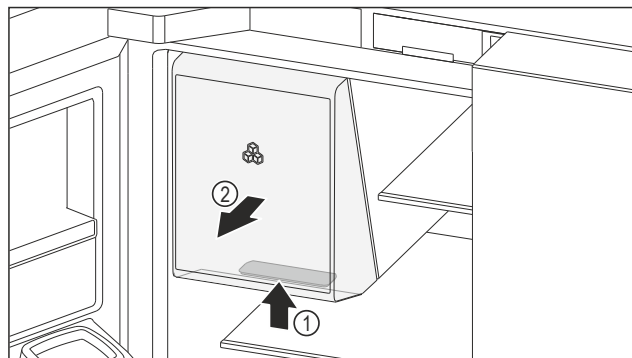

Fig. 160 Estrazione dello scomparto portaghiaccio
- Afferrare la maniglia incassata Fig. 160 (1) nello scomparto portaghiaccio inferiore e allo stesso tempo estrarlo in avanti Fig. 160 (2).